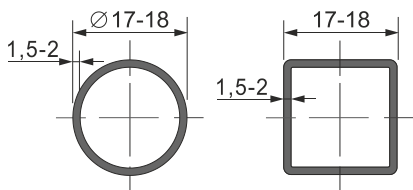

Рис. 2
- Снимите светоотражающий слой на задней стенке зеркала на месте установки сенсора. Рисунок кнопки включения может иметь любую замкнутую форму (пример см. рис. 2).